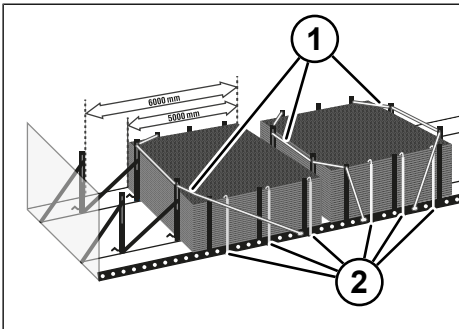

Fig. 8-56: Amarrar as malhas de aço em baixo
- ▶ Se um pacote de malha de aço for carregado apenas na posição dianteira, fixe também os furos de encaixe traseiros. Certifique-se de que as correias de amarração estejam sobre os cantos da carga. Utilize a proteção das arestas (ver "Fig. 8-56: Amarrar as malhas de aço em baixo", p. 168).